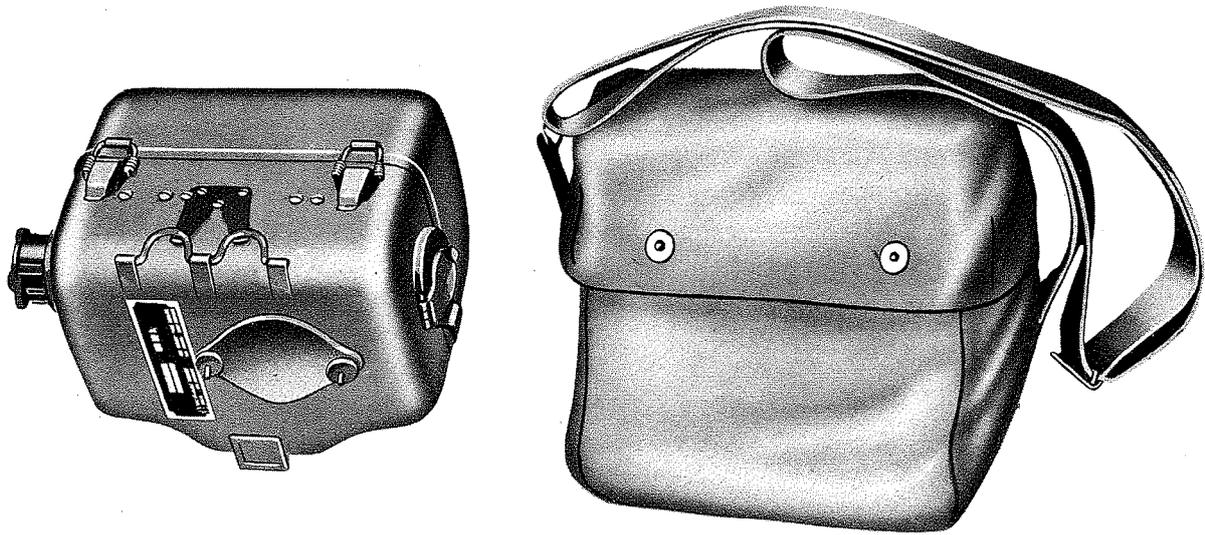

Bild 4 Hand-Generator GN-58-A und Tasche GB-175
1.2.4 Tragetaschen (Bild 4 bis 7)